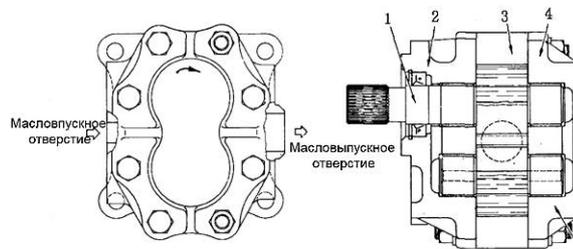

Рис. 5-73
насос (см. Рис. 5-73), который соединен с корпусом редуктора и преобразует энергию, вырабатываемую механизмом, в гидравлическую энергию. Масло, выкачиваемое из картера рулевого механизма, фильтруется при помощи сетчатого фильтра (12) (см.